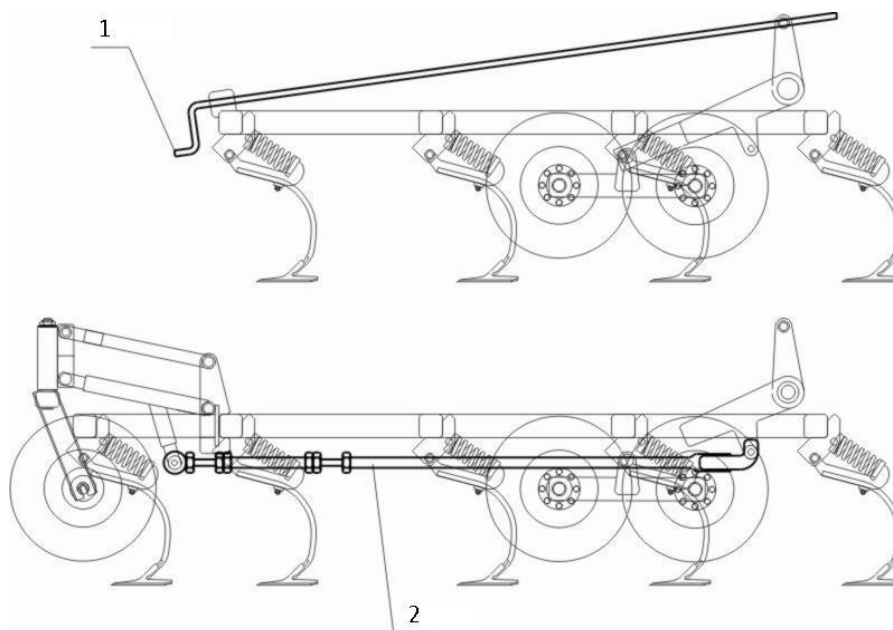

Рис. 1. Регулировка глубины хода рабочих органов
- на раме – путем вращения рукоятки регулятора глубины обработки на переднем бруске рамы (поз. 1, рис.1).
Усилие перемещения на передние колеса передается через регулируемую тягу (поз. 2, рис. 1), изменяя длину которой добиваются равномерного заглубления передних и задних лап культиватора;